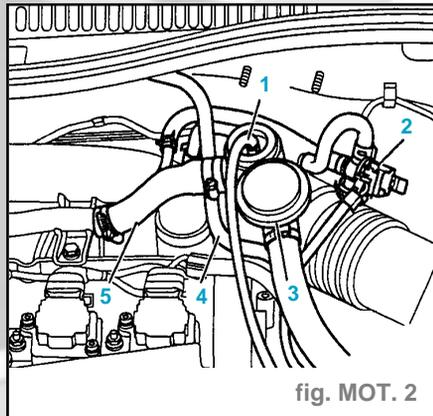

fig. MOT. 2
- Débrancher les connexions à fiche du débitmètre d'air massique (1) et de l'appareil de commande d'allumage (2).
- Dévisser les vis (3) et (4), déposer le boîtier de filtre à air.
- Débrancher la soupape de régulation de pression de l'aération du carter-moteur (3) au niveau du flexible (fig. mot. 2).
- Débrancher la connexion à fiche sur l'électrovanne de limitation de pression de suralimentation (2).
- Déposer le flexible (5) sur le tube de guidage d'air.
- Déposer la conduite de dépression (1) sur le clapet de dérivation d'air.
- Déposer le flexible (4) allant au réservoir à charbon actif de l'ajutage du turbocompresseur à gaz d'échappement.